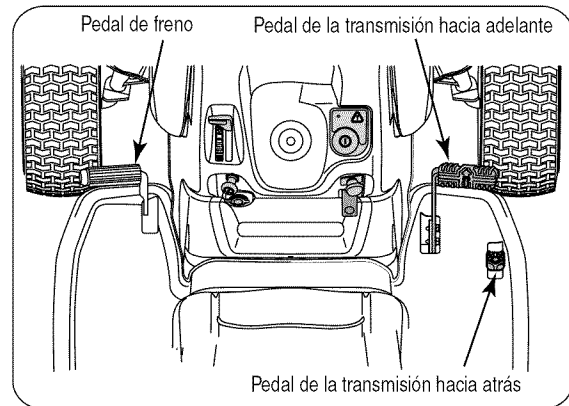

Figura 5-2
- Para conducir hacia adelante: Presione lentamente el pedal de transmisión hacia adelante hasta que se alcance la velocidad deseada. Vea la Figura 5-2.
- Para conducir hacia atrás: Verifique que el área detrás esté despejada. Luego presione lentamente el pedal de transmisión hacia atrás hasta que se alcance la velocidad deseada. Vea la Figura 5-2.